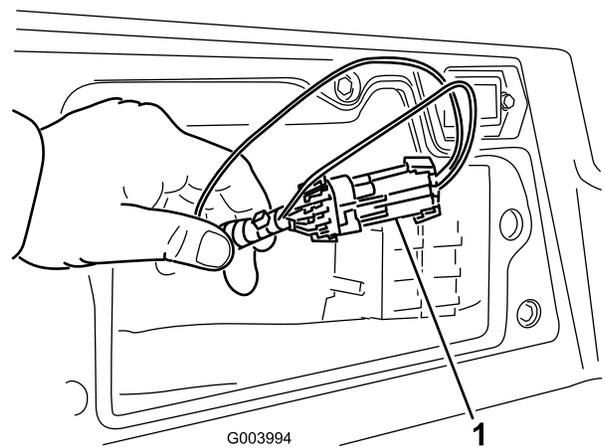

Figure 47
3. Localisez le faisceau de câblage et les connecteurs près du module de commande (Figure 47).